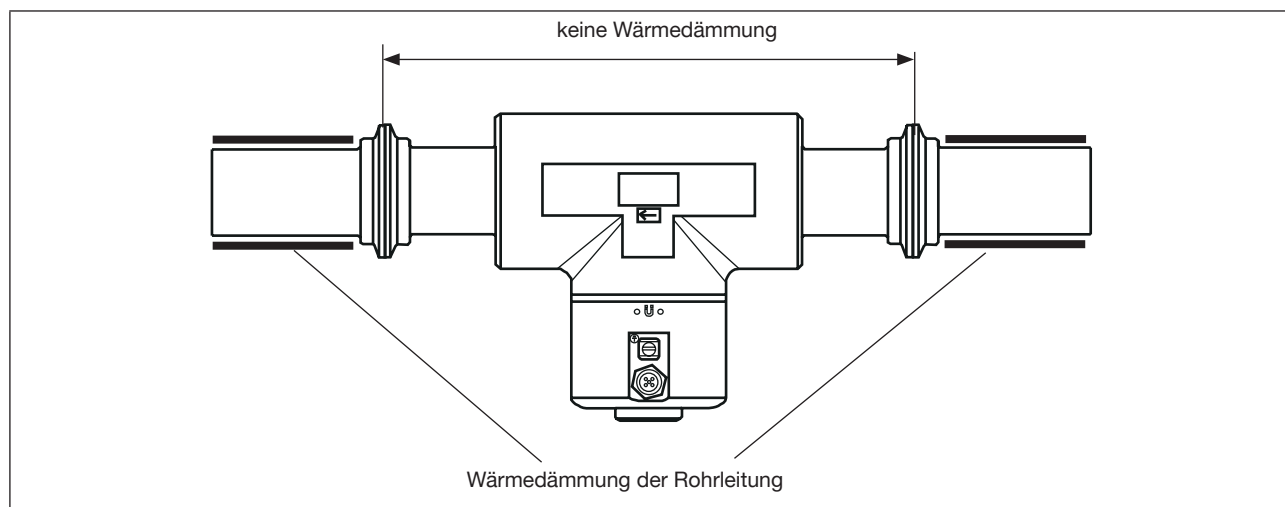

Bild 10: Wärmedämmung der Rohrleitung
- Wenn die Rohrleitung mit einer Wärmedämmung versehen ist, das Messrohr des Geräts nicht thermisch isolieren, damit die Temperatur im Gerät unterhalb 70 °C liegt. Siehe Bild 10 und Kapitel 8.3 für die Mindestversorgungsspannung.